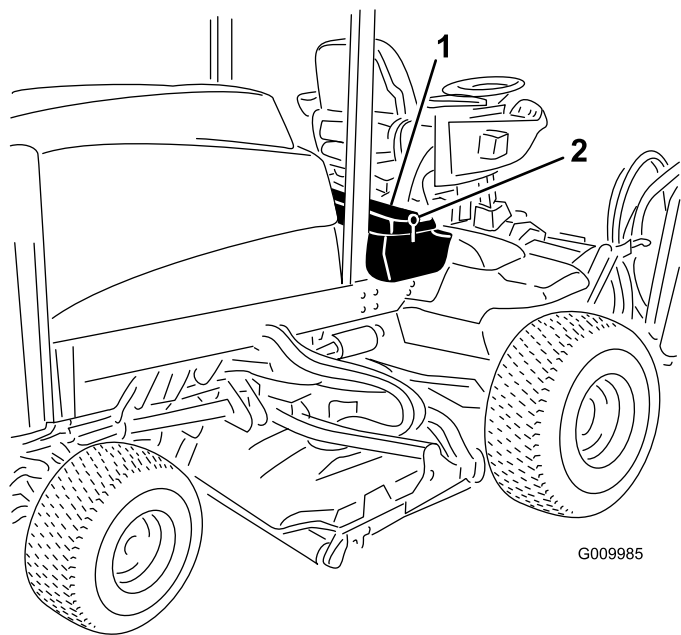

Рисунок 75
1. Откройте защелки и поднимите пульт управления оператора (Рисунок 75).